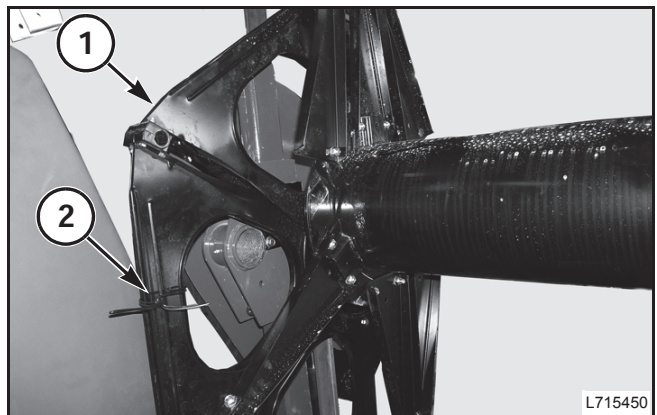

FIG. 10
FIG. 10: Mitad de los protectores excéntricos (1) también estarán fijos con cable y herrajes, en cada extremidad del molinete. Remueva el cable (2) que fija los protectores excéntricos en sus posiciones y remueva el herraje que fija las protecciones en los excéntricos.